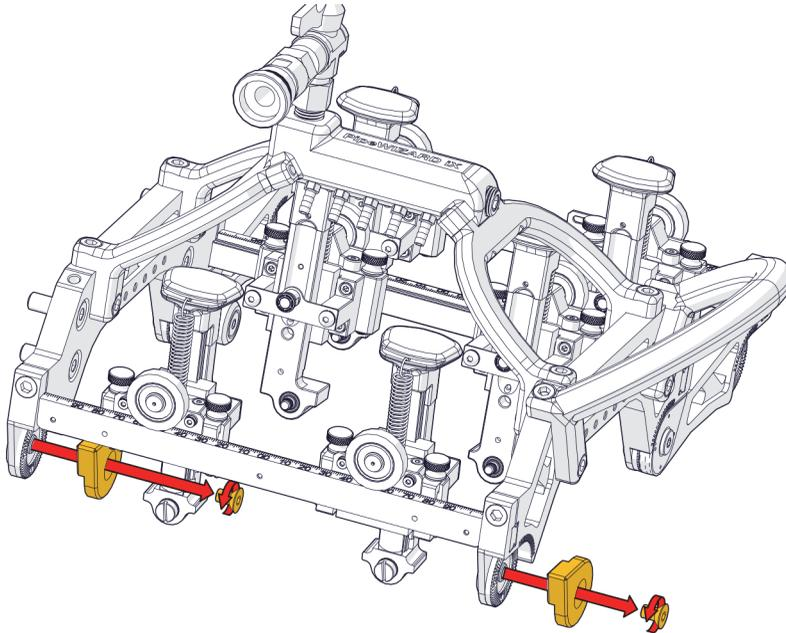

Figure 1-48 Retrait des bouchons de protection
1. Retirez les deux bouchons de protection au moyen d'un tournevis à tête hexagonale de 6 mm (Figure 1-48 à la page 63).